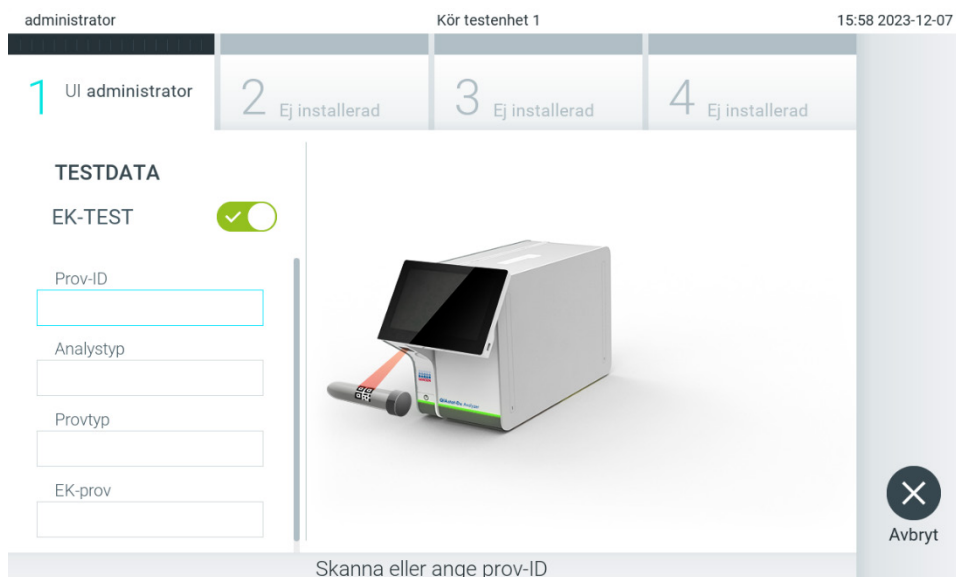

Bild 92. Aktivera radioknappen för EK-test för att aktivera ett EK-test.
2. Aktivera radioknappen EC Test (EK-test) (bild 92).